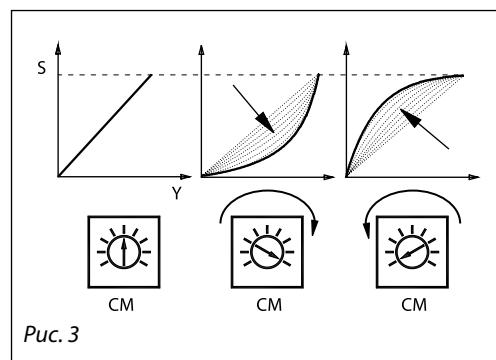

Рис. 3
**Переключатель 4: LIN/MDF — функция изменения характеристики регулирования (рис. 3):**